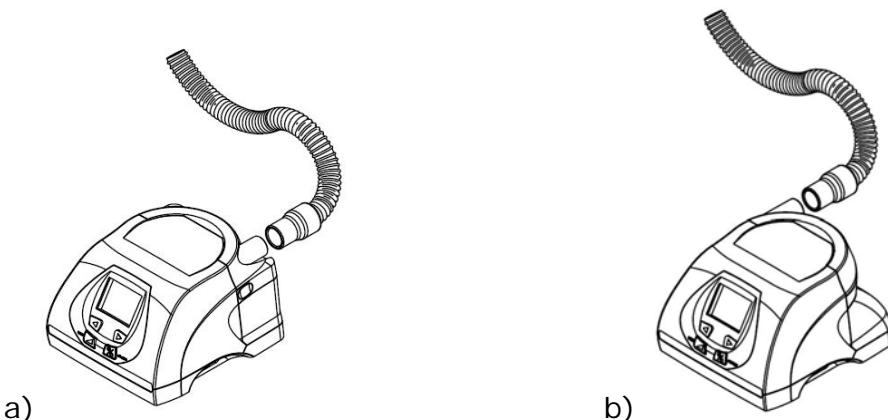

Figura 13 – Conexión del circuito anillado al aparato
- a. En caso de que el aparato Sandman Duo™ o Sandman DuoST™ esté equipado con un humidificador-calentador integrado y una vez lleno el depósito, conecte la boquilla del circuito del paciente al conector de salida situado en el depósito de agua del humidificador-calentador tal como se muestra en la Figura 13.a.
- b. En caso de que el aparato Sandman Duo™ o Sandman DuoST™ no esté equipado con un humidificador-calentador integrado, conecte la boquilla del circuito del paciente al conector de salida situado en la parte trasera del aparato tal como se muestra en la Figura 13.b.